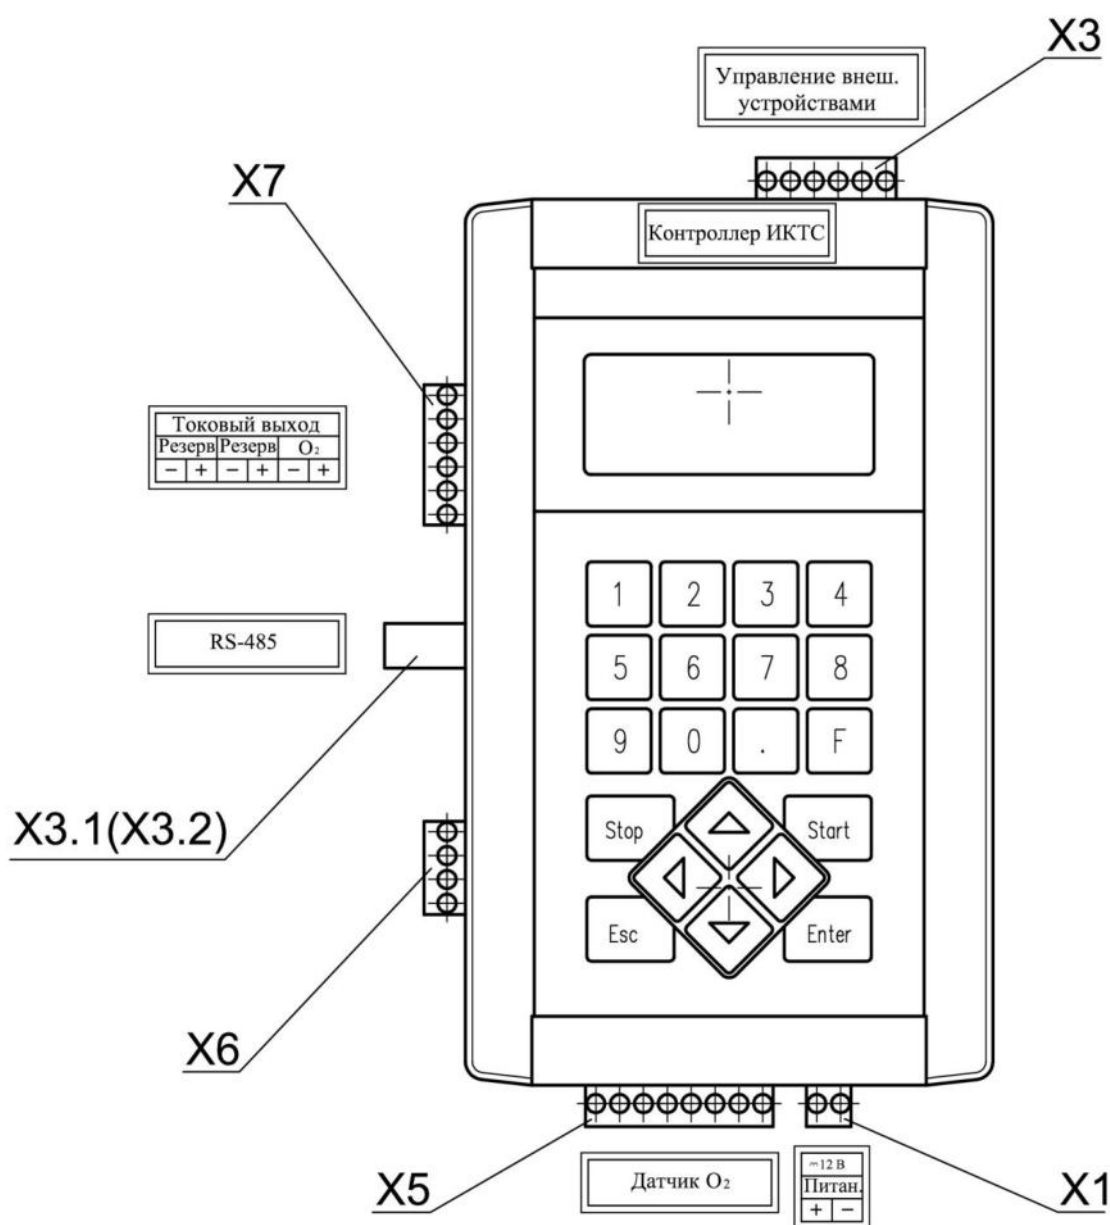

Рис. 4 – Расположение разъемов контроллера ИКТС-11
На лицевой панели контроллера (1) блока измерительного расположен четырехстрочный ЖК индикатор и клавиатура. Расположение разъёмов контроллера показано на *Рис. 4*.